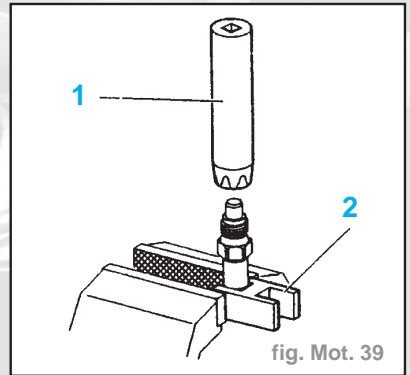

fig. Mot. 39
- Fixer le porte-injecteur et l'outil (2) dans un étau (fig. Mot. 39).
- Desserrer le porte-injecteur en utilisant la douille (1).